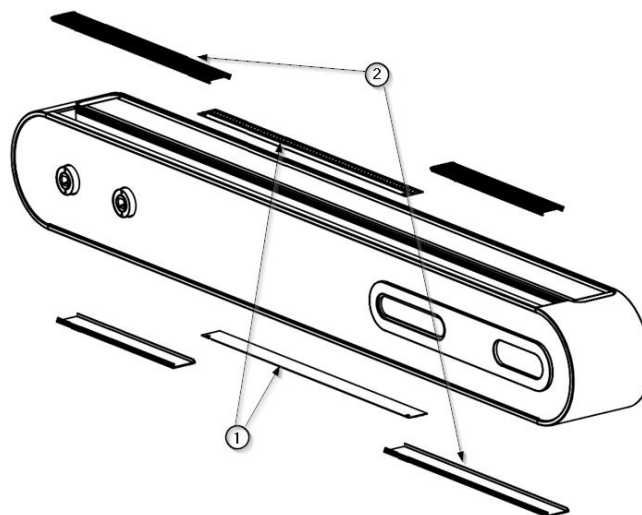

Fig. 2 Démontage des diffuseurs et des couvercles supérieur et inférieur
- À l'aide d'un outil à bec plat, retirez les diffuseurs de lumière ① comme indiqué dans la figure 2, en veillant à ne pas rayer la peinture des couvercles supérieur et inférieur ②.